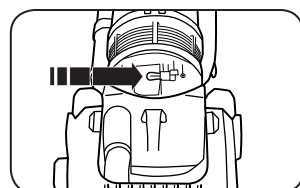

Fig. 7
3. Retire la lente y reemplace la bombilla (Fig. 7).